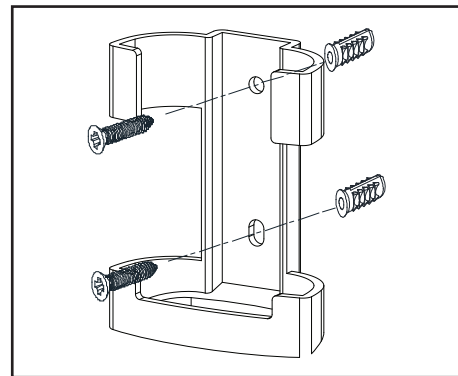

Figura 18
1. Coloca el soporte de pared en la posición deseada y fíjalo a la pared con los tornillos del soporte de pared incluidos. (Figura 18)